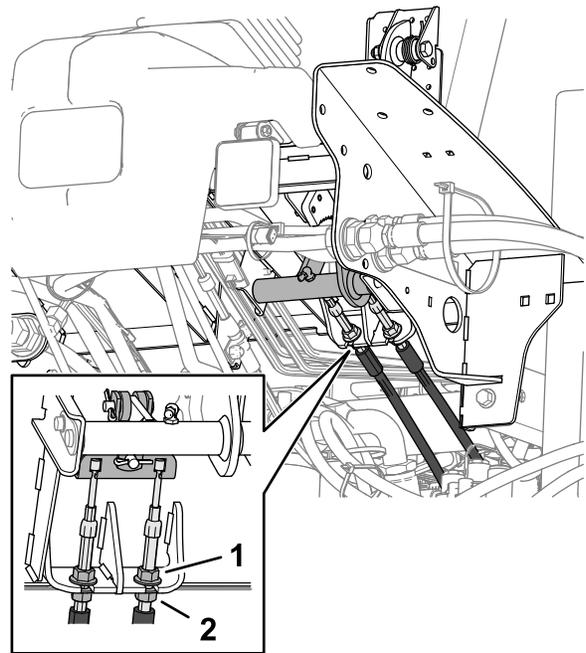

Figura 139
5. Para reducir el recorrido libre del pedal de freno, afloje las contratuercas delanteras del extremo roscado de cada cable de freno (Figura 139).